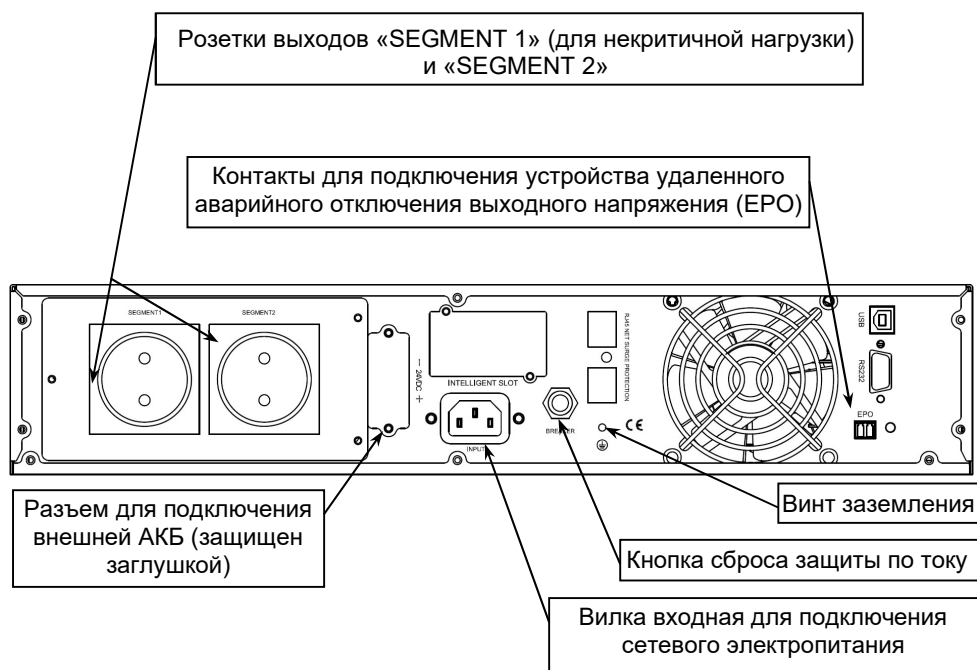

Рисунок 2 – Общий вид задней панели изделия
**На задней панели изделия** расположены: входной и выходные разъемы, разъем для подключения внешней аккумуляторной батареи, кнопка сброса срабатывания защиты по току (срабатывание защиты происходит при превышении уровня входного тока выше допустимого), вентиляторы охлаждения (см. рисунок 2).
- Подключить кабель питания отопительного оборудования к выходной розетке источника с маркировкой «SEGMENT 2» на задней стенке (для критичной нагрузки, см. рисунок 2).